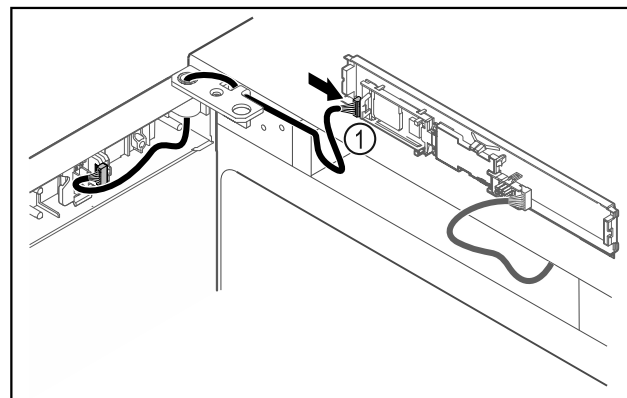

Fig. 52
- Stecker Fig. 52 (1) an Platine anstecken.